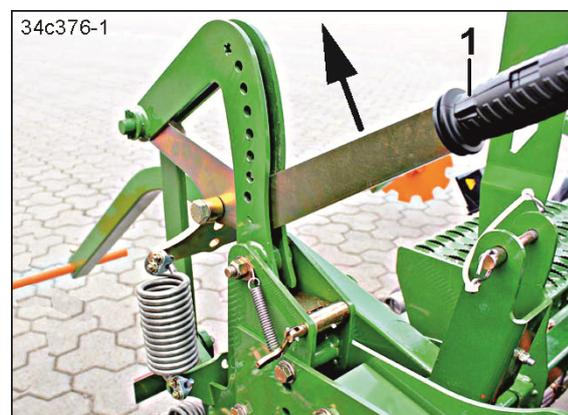

Fig. 149
4. Tirar de la palanca (Fig. 149/1) en dirección de la flecha.